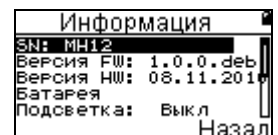

Рисунок 9
6.3.4 В пункте **Информация** (рисунок 9) можно посмотреть серийный номер прибора, хэш-сумму, версии прошивок, оценить состояние батареи питания и уровень включенной подсветки.